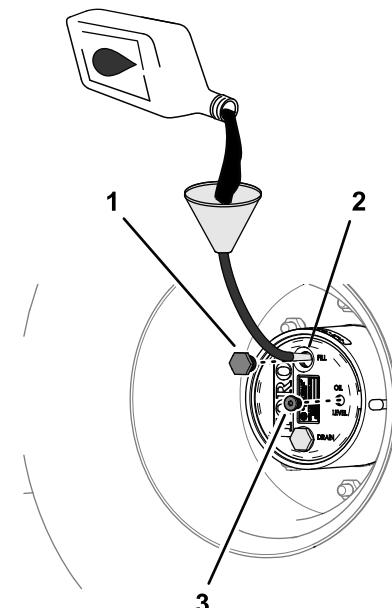

Figura 85
4. Se il livello del lubrificante è basso, rimuovete il tappo di riempimento e aggiungete il lubrificante specificato fino a quando non inizia a fuoriuscire dal foro del tappo di controllo (Figura 85); fate
## 6. Montate il tappo di riempimento e il tappo di controllo (Figura 85).
1. Attraverso il foro del tappo di riempimento, aggiungete lentamente il lubrificante per ingranaggi specificato; fate riferimento alla Figura 85 in Controllo del lubrificante per riduttori planetari \(pagina 68\).
3. Montate il tappo di riempimento e il tappo di controllo; fate riferimento alla Figura 85 in Controllo del lubrificante per riduttori planetari \(pagina 68\).